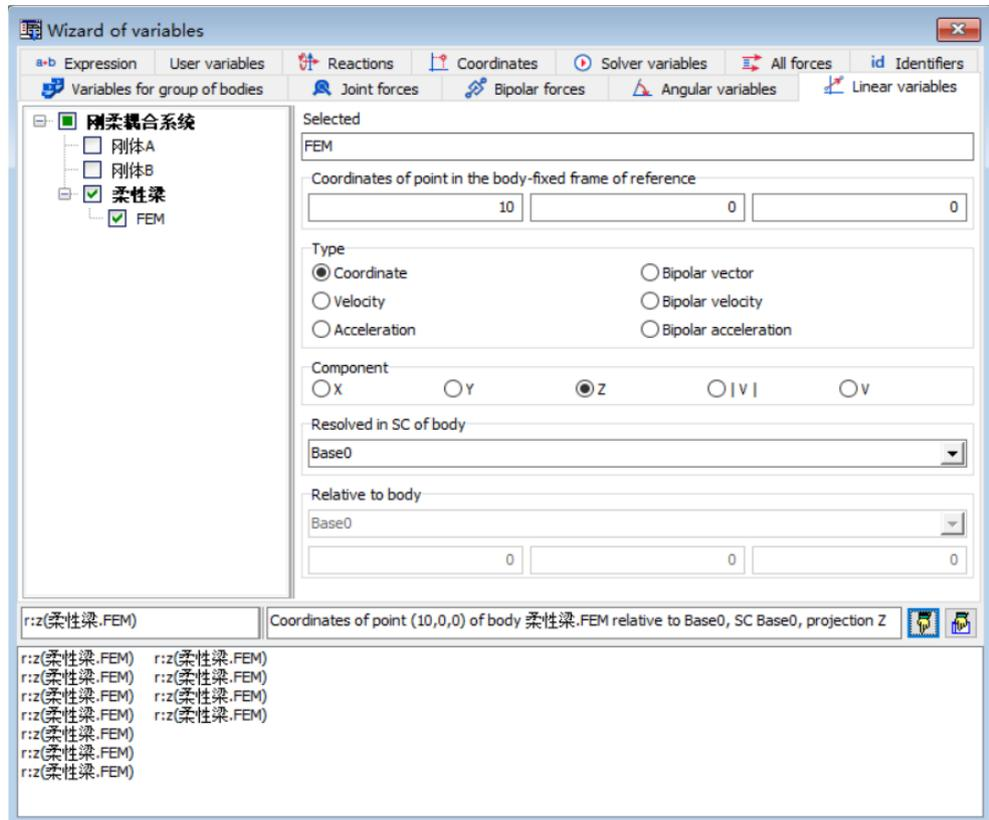

图 2-118
- 3) 选择主菜单 **Tools** → **Wizard of variables...** 打开变量向导（或点击工具栏按钮 ），定义柔性梁 FEM 的垂向位移变量（从点 $(0, 0, 0)$ 到点 $(10, 0, 0)$ 每米取一个点，共计 11 个），如图 2-118。